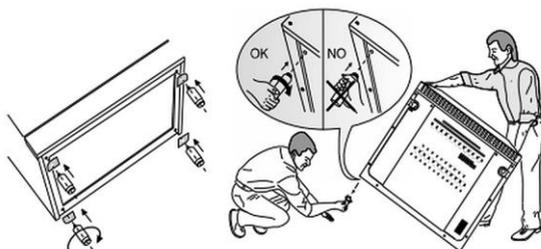

Abb. 2
- Montieren Sie die beigelegten Füße, indem Sie diese in die vorgesehenen Bohrungen unter dem Gerät schrauben (Abb. 2).